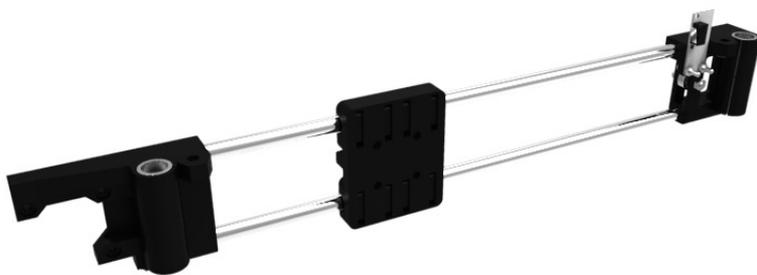

图 3-41 连接 X 轴组件
(5) 将 X End Idler 插入光杆中, 与 X Carriage、X End Motor 塑料件连接起来, 具体如图 3-41 所示。